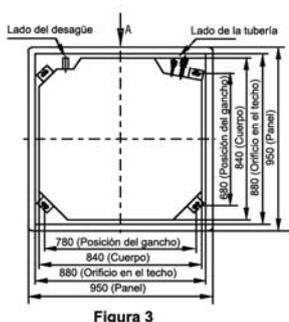

Figura 3
- Corte un orificio cuadrangular de 880x880 mm en el techo siguiendo la forma de la plantilla (figura 3, 4)